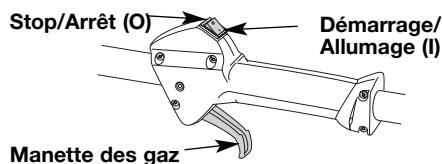

Fig. 11
3. Assurez-vous que l'interrupteur On/Off (Marche/Arrêt) est bien en position ON (I) (Fig. 11).